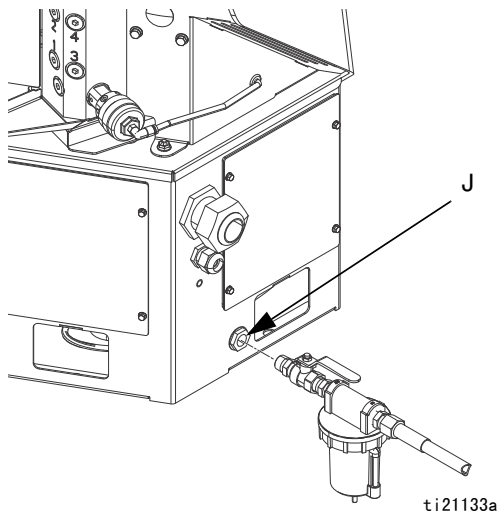

图 10
16. 在 1/4 NPT 内螺纹系统空气入口 (J) 处安装随附的放气球阀和空气过滤器套件 (Graco 部件号 24R707)。参见图 10。